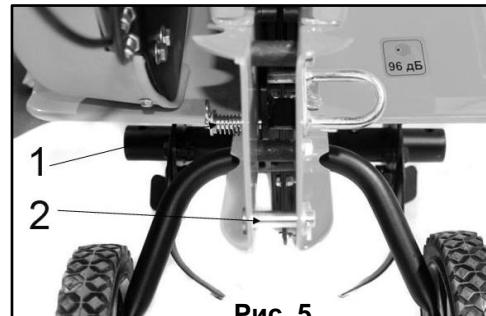

Рис. 5
- Установите рычаг управления дросселем (4) (См. Рис. 5) в положение “Черепаха”.
- Отсоедините шплинт (1) (См. Рис. 5), выньте стопорный палец, а затем выньте сошник из держателя.
- С помощью шплинта (2) (См. Рис. 5), к культиватору можно прикрепить различные аксессуары – сцепку (мод. PRORAB 8001001) для крепления к ней картофелевыкапывателя (мод. PRORAB 8001016), окучника (мод. PRORAB 8001007)